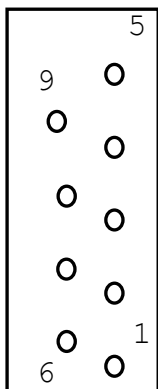

Рис.12
8.2. Для подключения штурвалов на плате используются два 9-ти контактных разъёма типа CANON (WH), рис.12. Разводка разъёма приведена в табл.9.